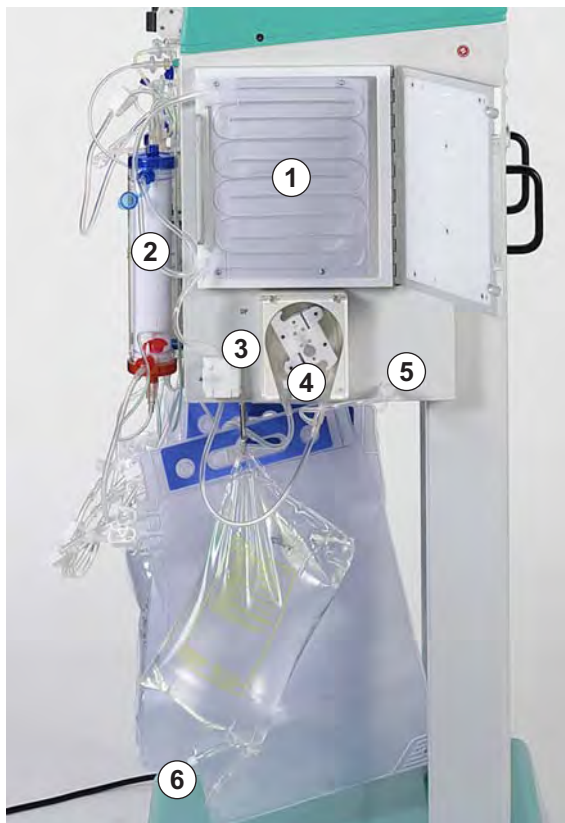

Abb. 5-14 Anbringen der Dialysierflüssigkeitsleitung
1. Wärmebeutel mit dem blauen Hansen-Anschluss nach oben in den Plattenwärmer einlegen (Abb. 5-14, ① ). Die im Beutel vorhandenen Löcher nutzen, um den Beutel zu fixieren.
3. Die blaue Zulaufleitung an den Dialysator anschließen (Abb. 5-14, ② ).
4. Die blaue Zulaufleitung in den Dialysierflüssigkeitsluftdetektor (DAD, Abb. 5-14, ③ ) einlegen.
5. Pumpensegment der Dialysierflüssigkeitsleitung mit der blauen Markierung nach links in die Dialysierflüssigkeitspumpe (Abb. 5-14, ④ ) einlegen.
6. Druckaufnehmer (Abb. 5-14, ⑤ ) anschrauben.
7. Den Verteiler der Dialysierflüssigkeitsleitung an die vorbereiteten Dialysierflüssigkeitsbeutel (Abb. 5-14, ⑥ ) anschließen und die Brechsiegel öffnen.